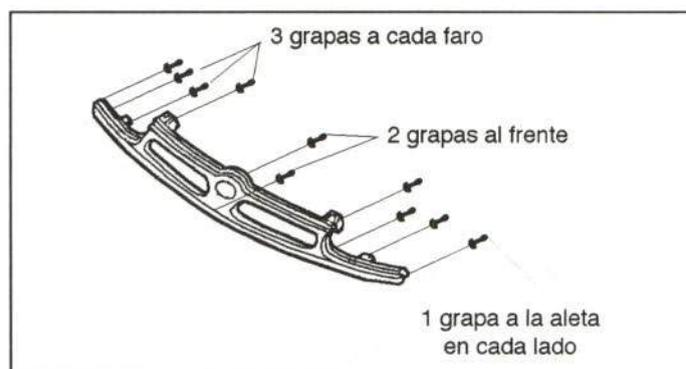

Figura 16.- Fijación de la rejilla frontal
La rejilla frontal va fijada mediante grapas, tal como se muestra en la figura 16.
- Rejilla frontal (figura 16).